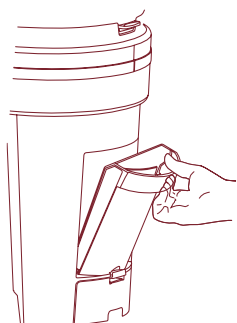

Figure 9
9. Pour séparer le récipient à eau, tenez l'appareil puis tirez le récipient tout droit par sa poignée (figure 9).